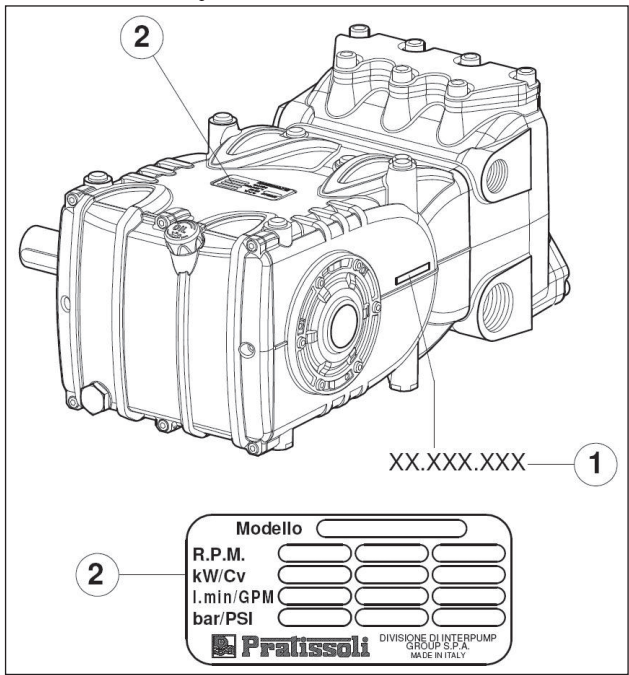

图 1
每个泵都有自己的序列号XX. XXX. XXX（见①）和识别标牌（见②，图 1），其上标示：